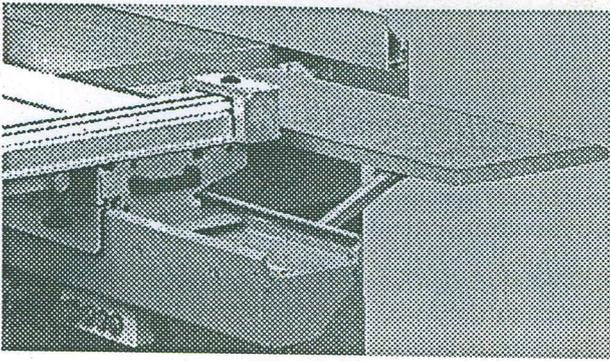

Bild 5.10
- Vordertisch 800 x 350 mm (siehe Bild 5.10, nächste Seite) abklappbar (nicht möglich bei 2,2 m Schnittlänge).